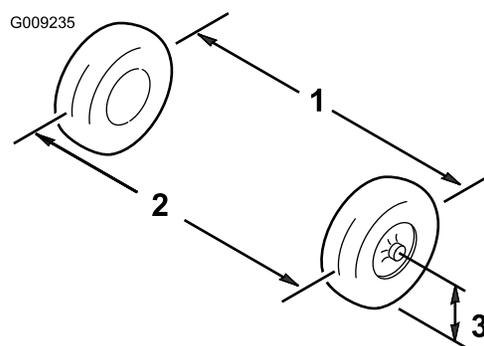

Рисунок 57
1. Измерьте расстояние между обеими передними шинами на уровне моста, с передней и задней стороны передних шин (Рисунок 57).